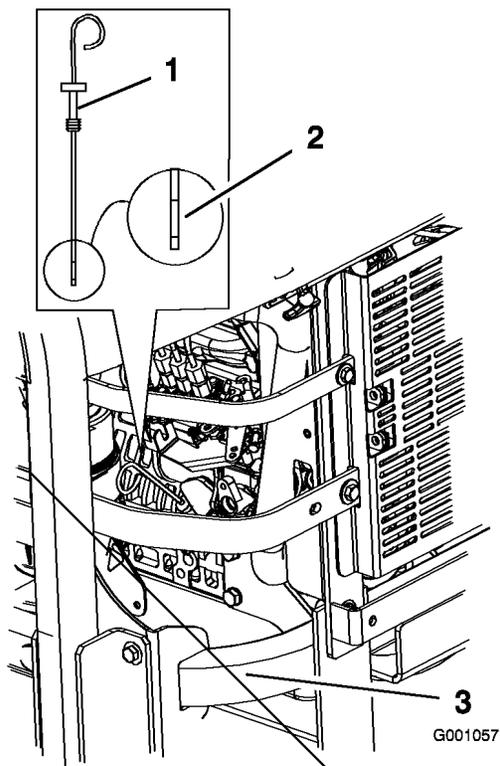

Figure 36
3. Nettoyez la surface autour de la jauge d'huile (Figure 36) pour éviter que des impuretés ne s'introduisent dans le goulot de remplissage, ce qui risquerait d'endommager le moteur.
4. Sortez la jauge d'huile et essuyez soigneusement l'extrémité métallique (Figure 36).
5. Enfoncez la jauge complètement dans le goulot de remplissage. Ressortez la jauge et examinez l'extrémité métallique (Figure 36). Si le niveau est bas, versez lentement une quantité d'huile suffisante dans le trou de remplissage pour amener le niveau au repère du plein.